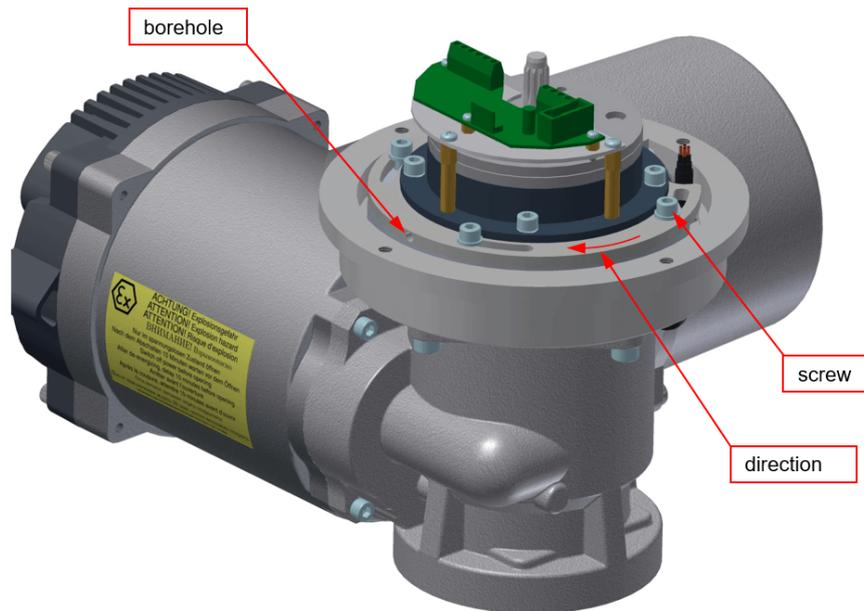

Bild 8: Failsafe-Geschwindigkeit einstellen
2. Lockern der vier Schrauben ohne diese zu entfernen, siehe Bild 8, Seite 21.
4. Drehen des Flansches mit Hilfe des Inbus-Schlüssels in die, in Bild 8, auf Seite 21 dargestellte Richtung. Die Hälfte der möglichen Verdrehung des Flansches verdoppelt die Failsafe-Geschwindigkeit in etwa. Anziehen der Schrauben bei gleichzeitigem fixieren der Flanschposition mit Hilfe des Inbus-Schlüssels.